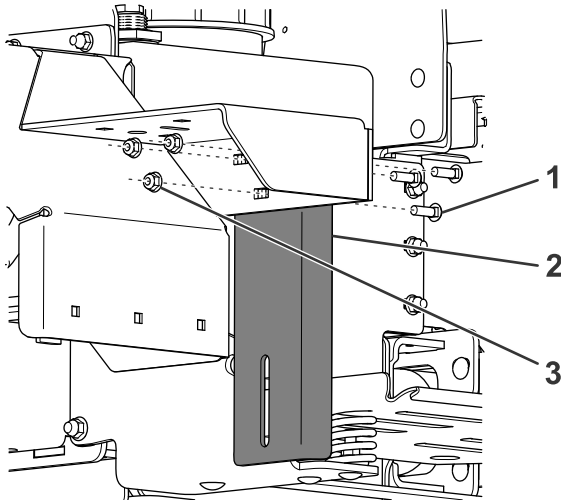

Figura 3
7. Sujete la parte superior del soporte vertical izquierdo al soporte del recipiente usando 3 pernos (5/16") y tuercas con arandela prensada (Figura 3).